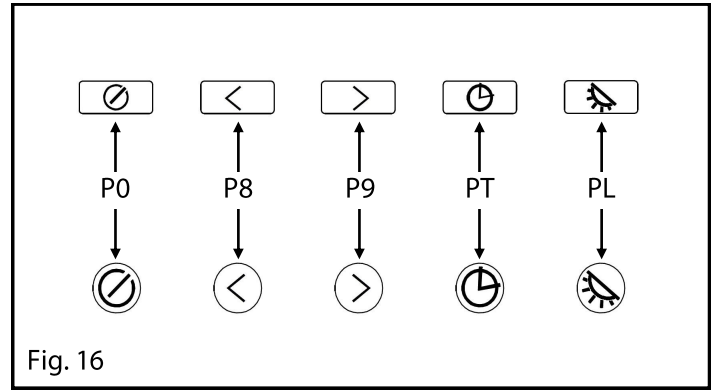

Fig. 16
• **Comando Luminoso** (fig.16)